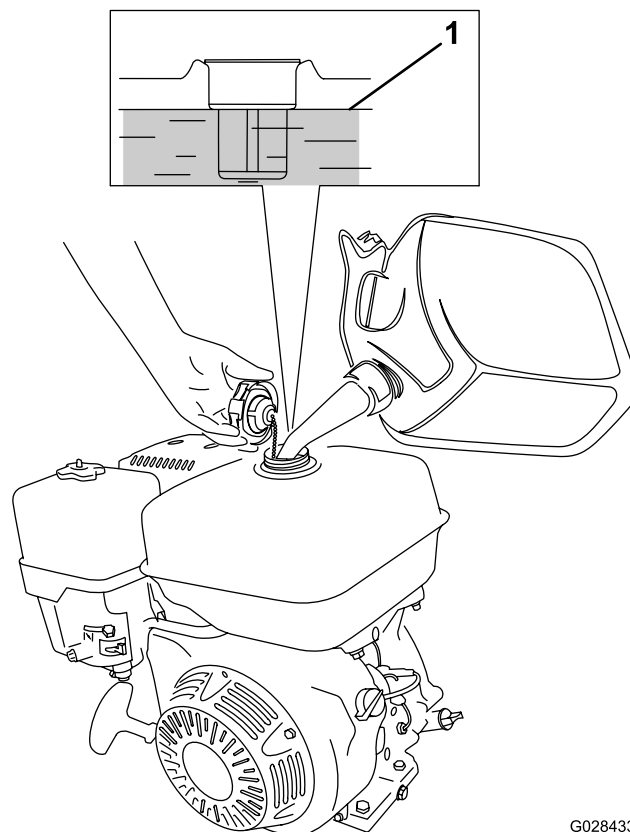

图23
1. 清理燃油箱盖附近的区域从油箱上取下盖子图23。使用无铅汽油最低 87 泵辛烷值将油箱加到油箱顶部以下约 25mm 处预防燃油发生膨胀。